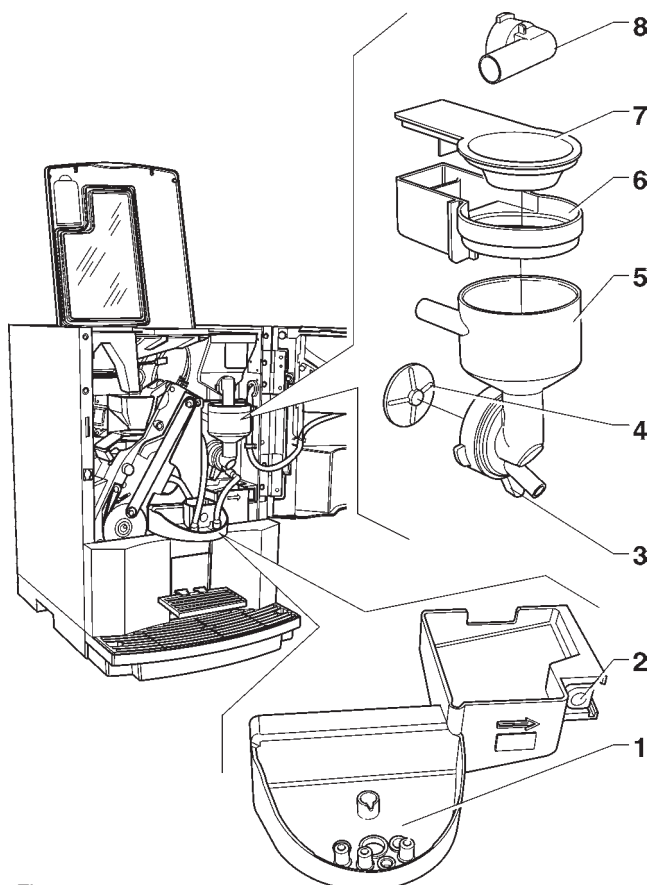

Fig. 25
- Avlägsna från mixerenheterna (se fig. 25) trattarna för pulvren, trattarna för vattnet, transportkanalerna, lådorna för pulveravsättning och elmixrarnas fläkthjul;